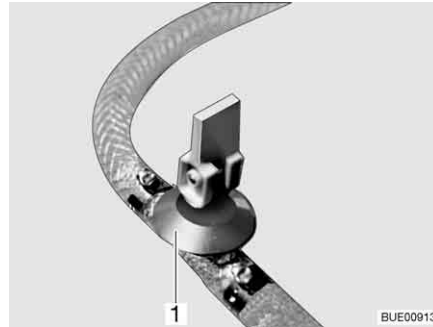
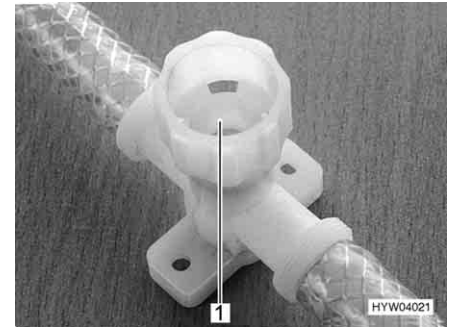

Fig. 169 Robinet de vidange (avec levier à bascule)
Fig. 170 Robinet de vidange (avec capuchon tournant)
- Fermer tous les robinets de vidange. Placer pour ce faire le levier à bascule (Fig. 169,1) à l'horizontale ou faire tourner le capuchon du robinet de vidange (Fig. 170,1) dans le sens des aiguilles d'une montre.